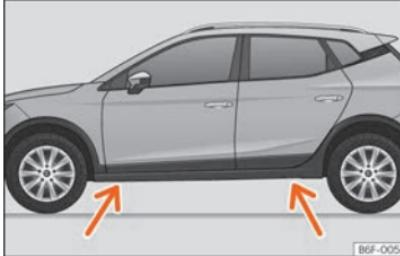

Fig. 37 Puntos de apoyo del gato.
- Busque en el larguero la marca del punto de apoyo del gato (zona hundida) más cercano a la rueda a cambiar »» **fig. 37**.